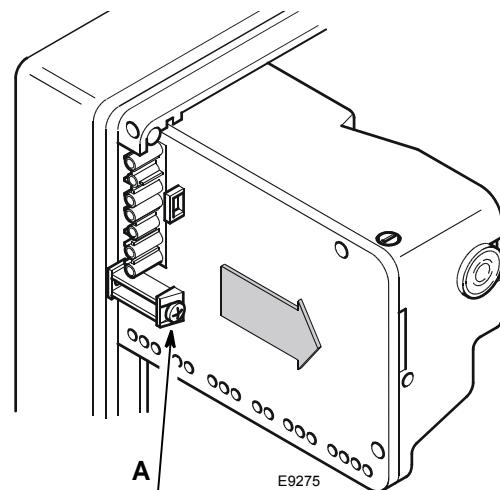

Fig. 3
- Desmontar la caja de control del quemador desenroscando el tornillo A (Fig. 3) y tirar en el sentido de la flecha.